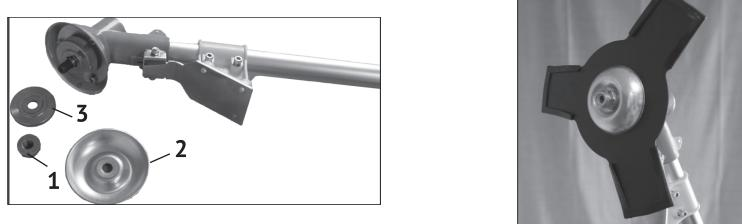

рис.7
6.5 Установка режущего ножа (рис. 7)
- Открутите гайку крепления ножа (рис.7 поз.1), поворачивая её по часовой стрелке.
- Снимите нижнюю крышку (рис.7 поз.2) и прижимную шайбу (рис.7 поз.3) ножа со штанги гибкого вала.